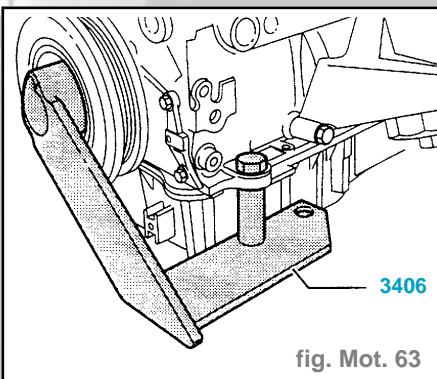

fig. Mot. 63
- Déposer l'amortisseur de vibrations. A cet effet, freiner l'amortisseur de vibrations à l'aide du contre-appui **3406** (fig. Mot. 63).
- Freiner l'amortisseur de vibrations à l'aide du contre-appui **3406** (fig. Mot. 63).